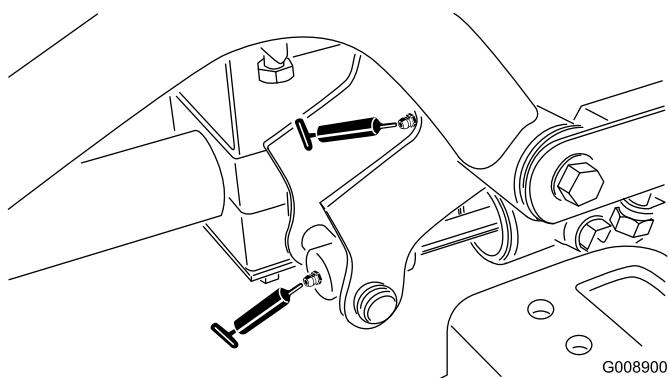

Figure 37
- Pivot de bras de relevage avant droit et vérin de relevage (2) (Figure 37)